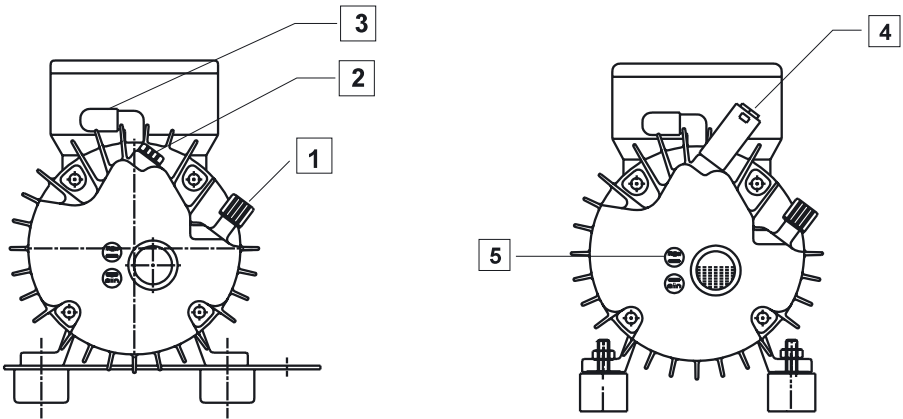
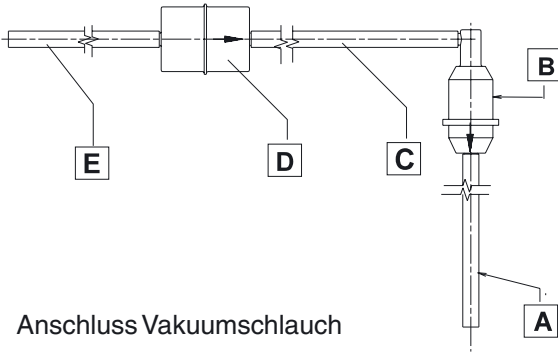

Abb. 6.1 Anschlüsse Vakuumpumpe
Abb. 6.2 Anschluss Vakuumschlauch
- Stopfen (2, Abb. 6.1) herausschrauben und in dieses Gewinde beiliegenden Schalldämpfer (4) einschrauben.
- Schutzkappe vom Ansaugstutzen (3) abziehen.
- Kappe (1) am Öleinfüllstutzen abschrauben.
- Pumpenöl aus mitgelieferter Flasche bis zur Markierung "max" (5) einfüllen.
- Kappe (1) wieder einschrauben.
- a. Vakuumschlauch (A, Abb. 6.2) auf Ansaugstutzen (3, Abb. 6.1) der Vakuumpumpe stecken.
- b. Schlauch (E, Abb. 6.2) am Brennofen anschließen. Siehe Bedienungsanleitung für Dentsply-Keramiköfen.
- a. Vakuumpumpe ausschalten und den Vakuumschlauch vom Stutzen (3, Abb. 6.1) entfernen.
- b. Verschlusskappe (1, Abb. 6.1) vom Öleinfüllstutzen abschrauben. Dichtung abnehmen.
Das durchsichtige Ansaugfilter (s. Abb. 6.2) mit Rückschlagventil B kontrollieren. Wenn dieses Filter verschmutzt ist, den kompletten Filtersatz Nr. 03260049 erneuern.